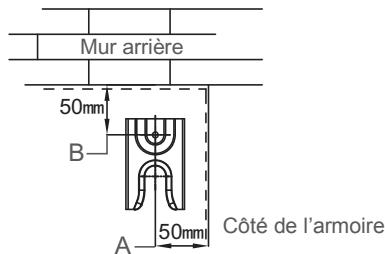

Figure 3
**Avertissement:** Pour éviter le basculement de la cuisinière, assurez-vous d'installer le crochet anti-basculement. Lors de l'installation du crochet anti-basculement, utilisez un tournevis pour monter le crochet anti-basculement (1) avec des vis (2) au sol, comme indiqué dans la Figure 3.